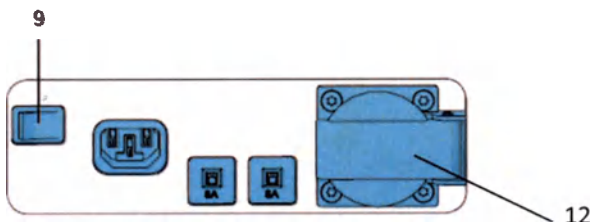

Рис.54
1. Включение (рис.54):
- Вытяжка включается или выключается с помощью выключателя / выключателя (9).